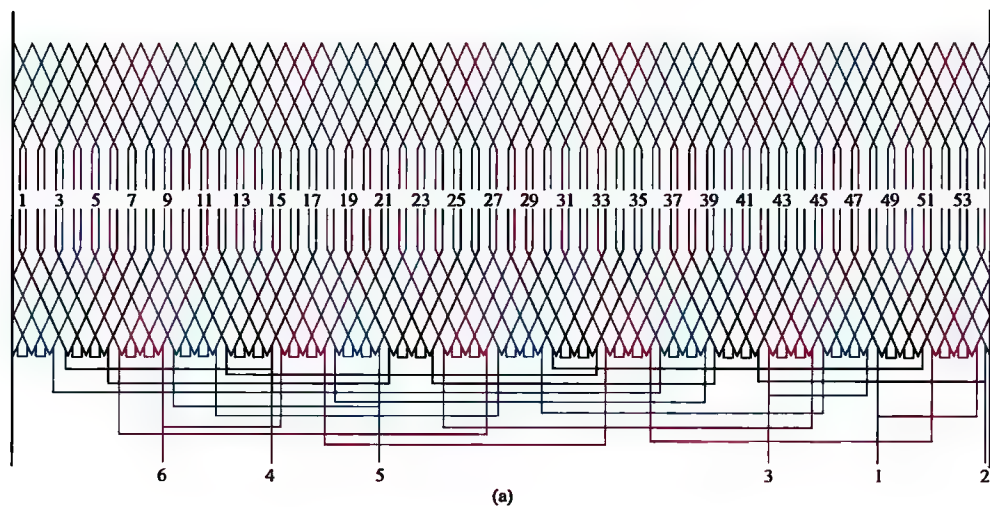

图 2-10 54 槽 12/6 极、 $\Delta/2Y$ 接法绕组 (一)
10. 54 槽 12/6 极、 $\Delta/2Y$ 接法绕组展开图、接线圆图与接线简图 (见图 2-10)